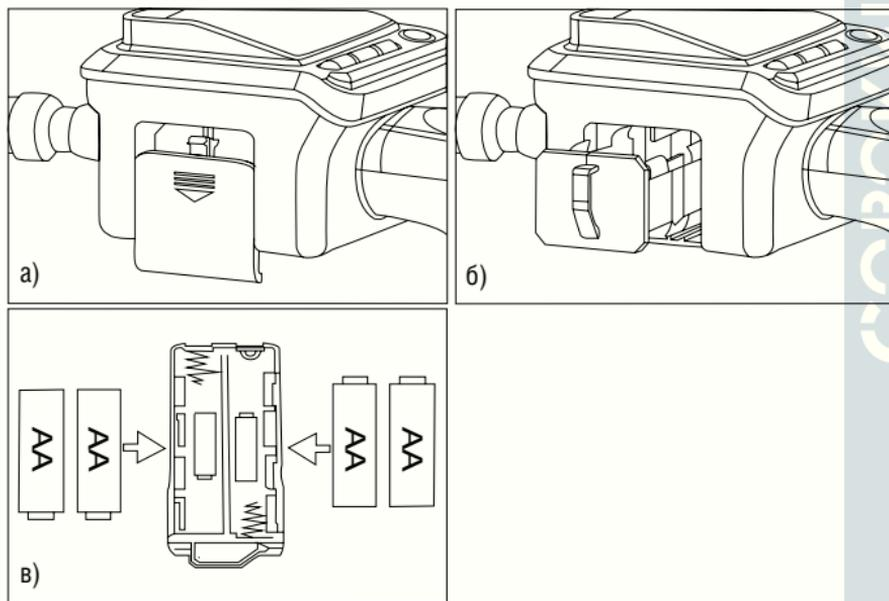

Рисунок 3 - Установка элементов питания
1. Снимите крышку и вытащите аккумуляторный блок из корпуса (рис. 3а, 3б);
2. Вставьте 4 батарейки АА в соответствующие ложементы, правильно расположив их, как показано в отсеке (рис. 3в);